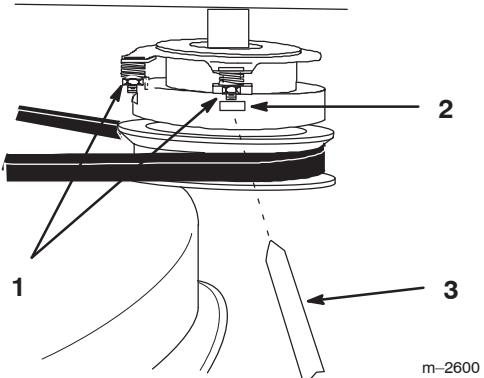

Figure 39
1. Pour régler l'embrayage, serrez ou desserrez les contre-écrous sur les goujons à collarette (Fig. 39).
2. Vérifiez le réglage en introduisant une jauge d'épaisseur dans les fentes à côté des goujons (Fig. 39).